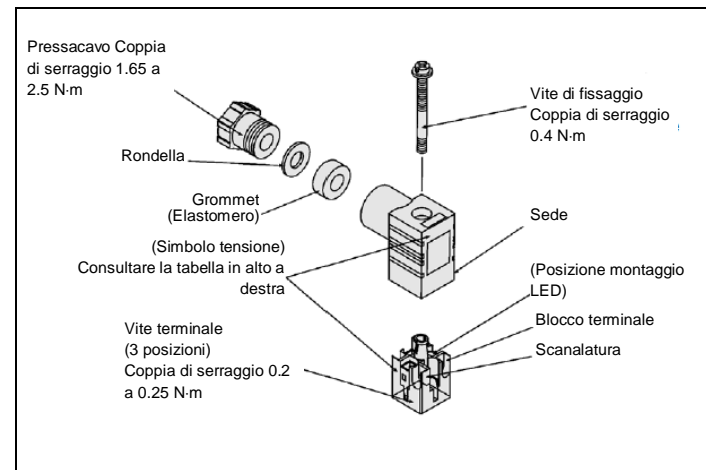

Figura 3
**3.12 Montaggio del terminale DIN – vedi Figura 3**